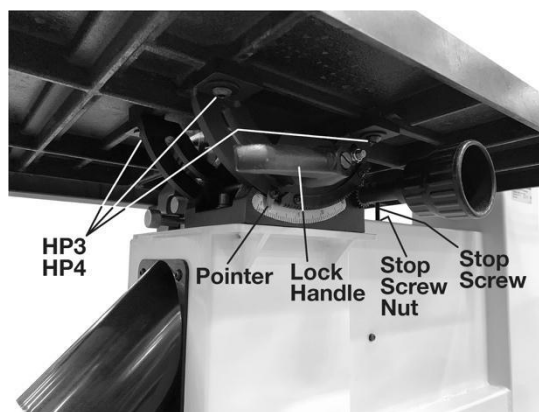

Рис.20: Выравнивание стола
3. Когда параллельность достигнута (а лента по-прежнему находится по центру вставки стола), надежно затяните четыре крепежных винта (HP3, рис.20).
1. Вставьте стопорный винт с шестигранной гайкой (см. рис.20) в резьбовое отверстие в столе.
3. Ослабьте фиксирующую рукоятку (см. рис.20) и вручную наклоните стол так, чтобы стол и пильное полотно были перпендикулярны друг другу.
6. При необходимости ослабьте винт и переместите указатель (см. рис.20) так, чтобы он совпал с нулем на шкале. Снова затяните винт.